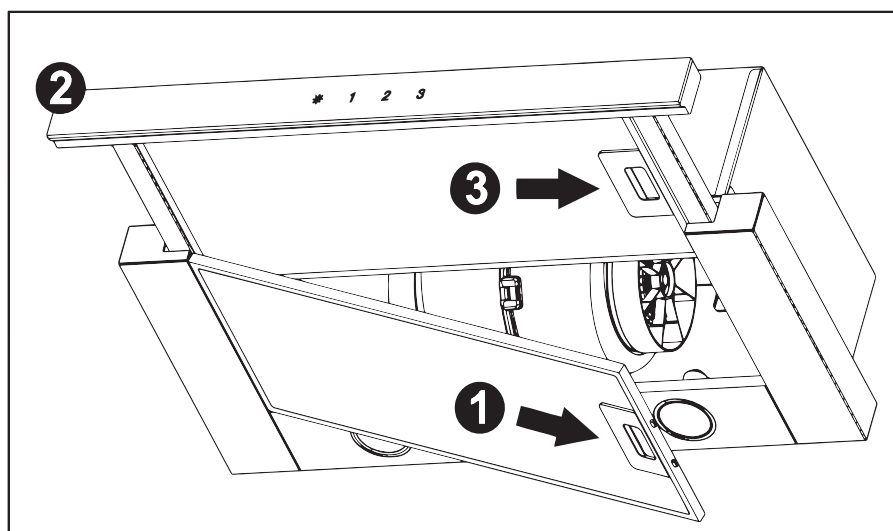

Рис.6
8.6 Для снятия алюминиевого фильтра (рис.6) следует нажать на пружинную задвижку алюминиевого фильтра **1** и снять его. Вытянуть выдвижную панель с фильтром **2** и снять алюминиевый фильтр **3**. Установка фильтра выполняется в обратном порядке. **Не устанавливайте фильтр после мойки к их полному высыханию.**